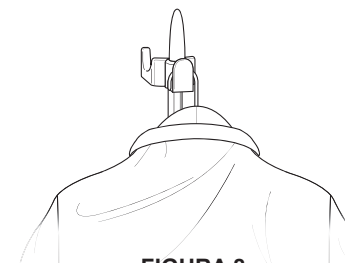

FIGURA 8
2. También puede colocar la prenda en una percha limpia y con tratamiento antióxido. Coloque la percha (con la prenda) en el Gancho de soporte (FIGURA 8).